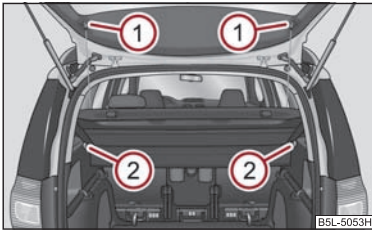

Fig. 72 Demontarea raftului din portbagaj
- Demontați benzile de susținere ① ⇒ fig. 72.
- Trageți masca portbagajului în spate, din suporturile ②, respectiv apăsați în partea din față pe partea de jos a măștii portbagajului.
- La montare împingeți mai întâi raftul în suportul ② și apoi prindeți benzile de susținere ① de capacul portbagajului.